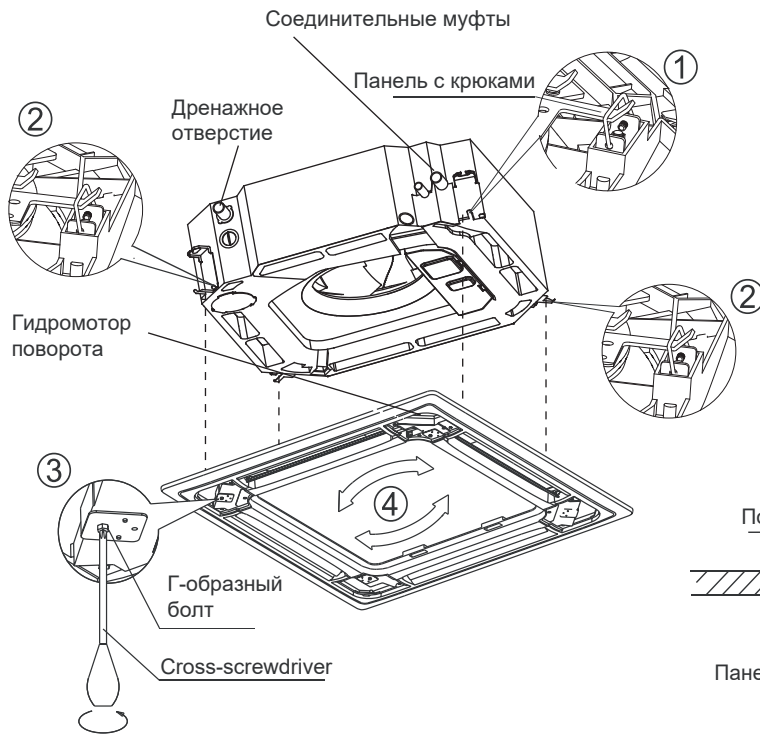

Рис.24
1. Совместить размещенный на панели гидромотор поворота с соединительными муфтами на корпусе в соответствии с рисунком (Рис.24).